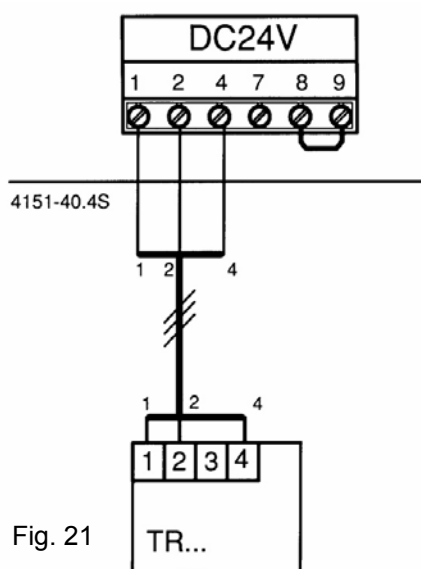

Fig. 21
Ces régulateurs sont raccordés aux bornes 1, 2 et 4 (voir fig. 21). Dans ce cas la conduite de commande 24 V/DC doit être installée séparément de la conduite de réseau 230 V/AC.
- ▶ Connecter la fiche (1) en dessous du circuit imprimé. (voir fig. 21)